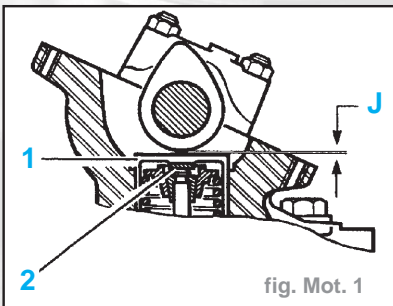

fig. Mot. 1
- Si les valeurs de jeux (J) sont incorrectes, déposer (fig. Mot. 1) :
- les poussoirs (1),
- les grains de réglage (2)